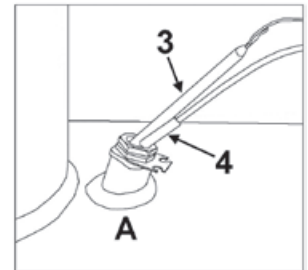

Fig. 15 - Fourreau A
**IL EST OBLIGATOIRE** de placer à l'intérieur du fourreau « A » (Fig. 15) la sonde de température « 4 » et le bulbe du thermostat de sécurité « 3 ».